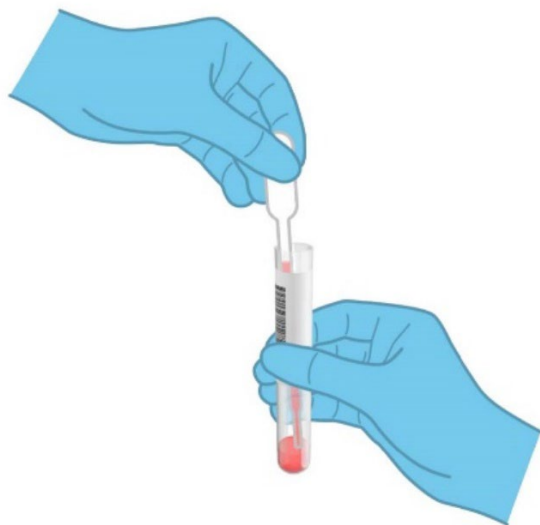

Figure 40. Aspiration de l'échantillon dans la pipette de transfert fournie.
5. Ouvrez le tube contenant l'échantillon à tester. Utilisez la pipette de transfert fournie pour aspirer le liquide jusqu'au troisième repère de remplissage de la pipette (c.-à-d., 300 µl) (Figure 40).